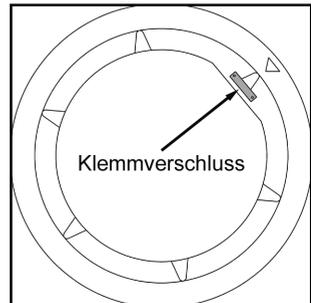

Bild 8
- Den Klemmverschluss mittels der zwei Kreuzschlitz-Schrauben auf die entsprechende Position des Revisionschachtes einschrauben, siehe Bild 8 (grau markiert).